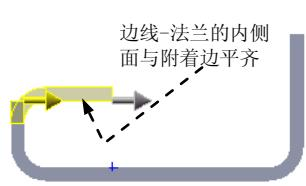

图 10.2.21 材料在外
- “材料在外”按钮 ：边线-法兰的内侧面与附着边平齐，如图 10.2.21 所示。